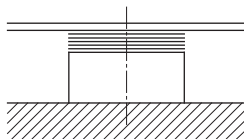
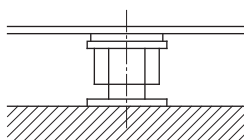

Fig. 5: Ausgleichsscheiben auf der Fundamentoberfläche
Fig. 6: Nivellierschrauben auf der Fundamentoberfläche
- Auf jedes Schraubloch auf der Fundamentoberfläche Ausgleichsscheiben (ca. 20–25 mm dick) legen (siehe Fig. 5). Alternativ können auch Nivellierschrauben verwendet werden (siehe Fig. 6).